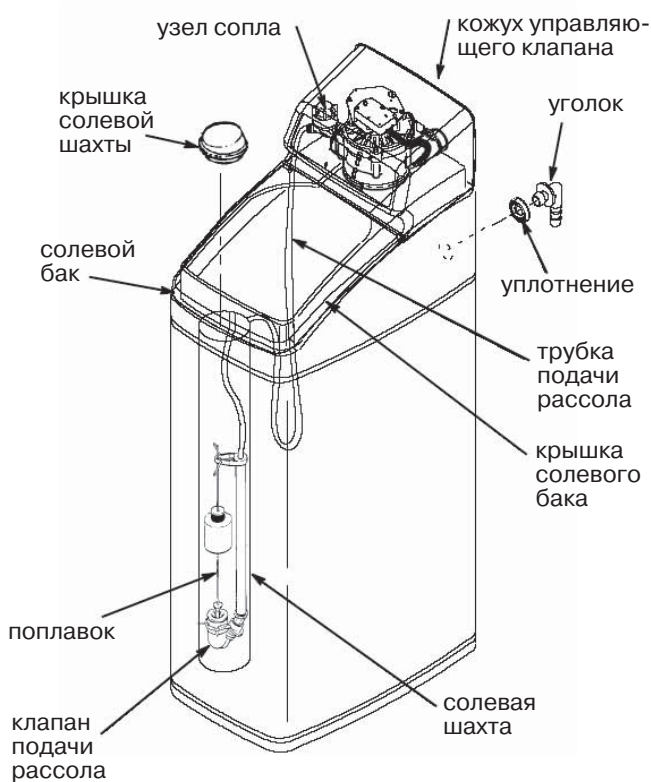

**Рис. 3. Типовая схема установки**
- а) При помощи ведра или шланга налейте 8 л воды в солевой бак. Не заливайте воду в солевую шахту (**рис. 3**).